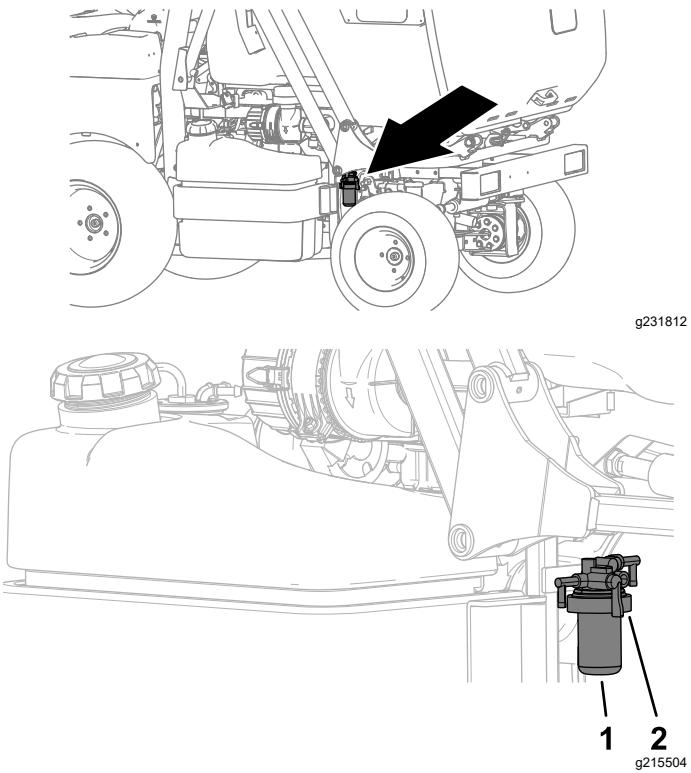

Figura 69
- Pulite le superfici circostanti la testa del filtro del carburante (Figura 69).